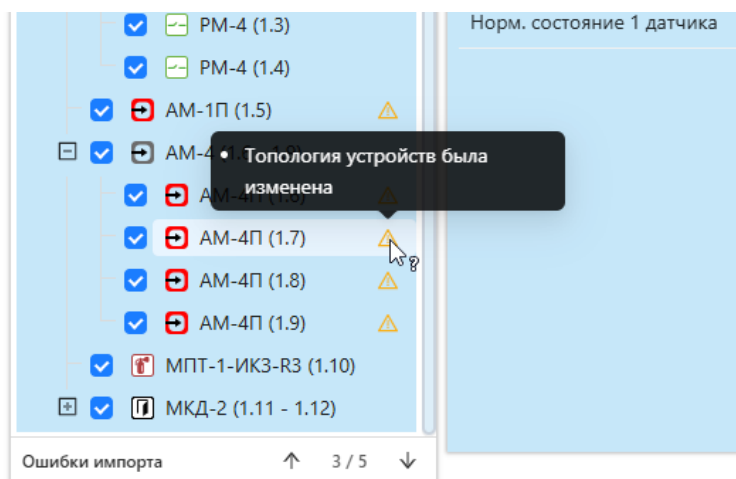

Рисунок 7.34 – Текст предупреждения
3) в отфильтрованном списке наведите курсор мыши на иконку  или  рядом с объектом или его параметром, чтобы прочитать текст предупреждения или ошибки, как показано на рисунке Рисунок 7.34.